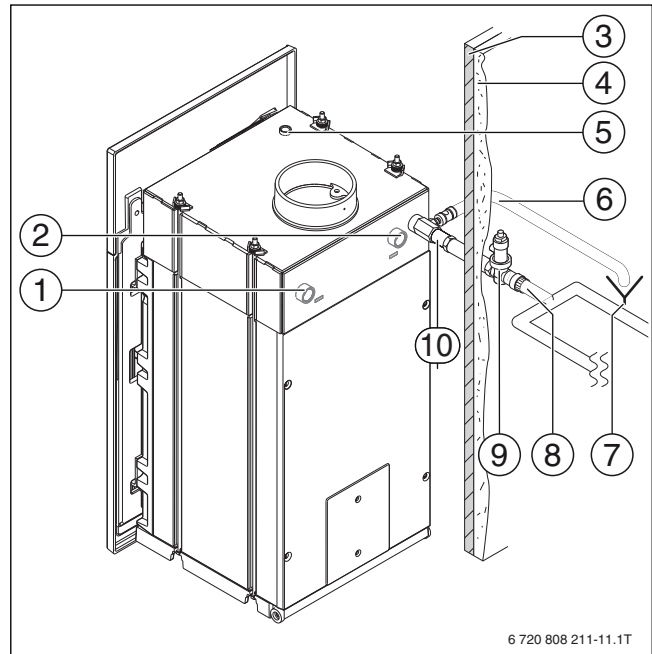

Bild 12 Anschlüsse an der Rückseite
- Sicherheitswärmetauscher der thermischen Ablaufsicherung im Wärmetauscher des Heizeinsatzes montieren (→ Bild 12).
Die thermische Ablaufsicherung muss direkt an die durchströmte Trinkwasserleitung angeschlossen werden. Eine Stichleitung (Bild 12, [8]) ist so kurz wie möglich zu halten und darf die **maximale Länge** des 10-fachen Rohrdurchmessers (10 x DN) der Stichleitung nicht überschreiten.
Die Ablaufleitung (→ Bild 12, [6]) des Sicherheitswärmetauschers muss außerhalb der Ofenummauerung in einem Siphon (→ Bild 12, [7]) enden.
- Vorlauf (→ Bild 12, [2]) und Rücklauf (→ Bild 12, [1]) anschließen.
- Entlüfter (Zubehör) am Wärmetauscher montieren (→ Bild 12, [5]).